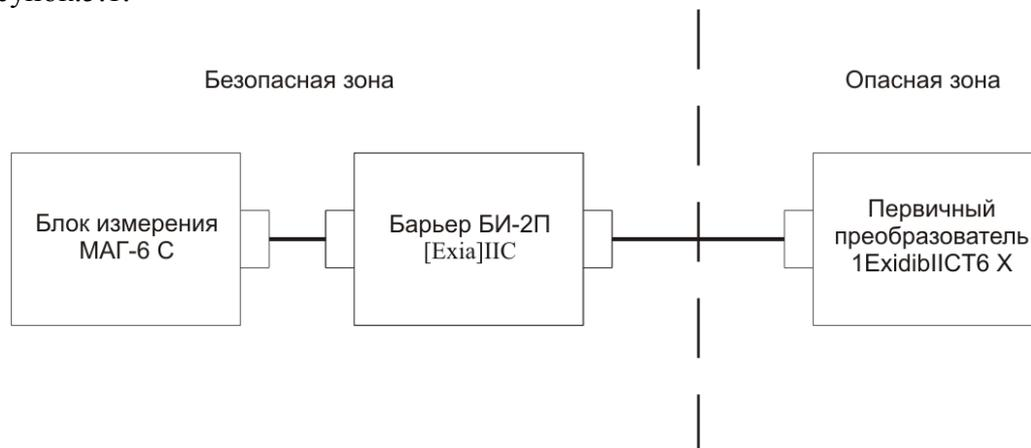

Рисунок 5.1 Схема подключения составных частей прибора
- 5.2 Для МАГ-6 С-Х-В подключить составные части прибора согласно схеме на рисунок.5.1.